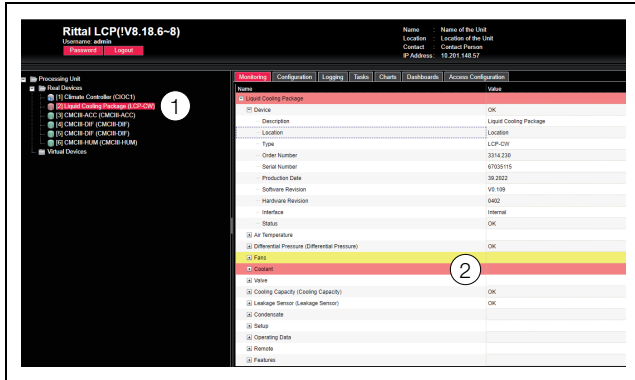

Imagen 136: Selección de varios parámetros
- Coloque el puntero del ratón al final de la primera columna en la línea «Liquid Cooling Unit» (imagen 136, pos. 2).